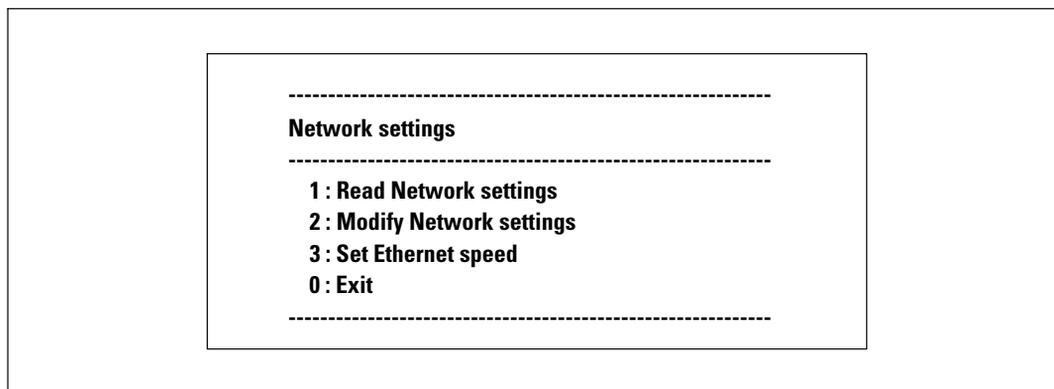

Figure 9. Menu Paramètres du réseau
- 1 A partir du menu principal, tapez 2 et appuyez sur **Entrer**. Le menu des réglages réseau s'affiche (voir Figure 9).